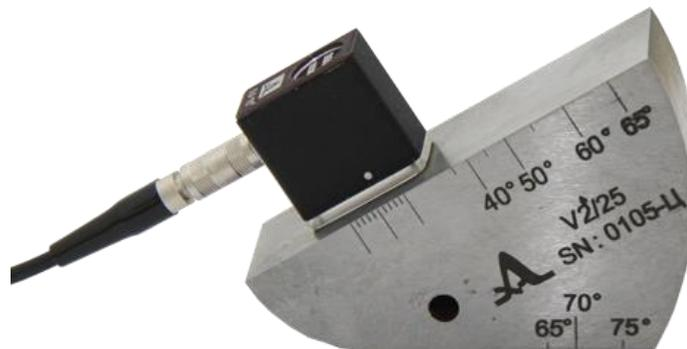

Рисунок 27
–для определения задержки в призме преобразователя просканировать радиусную часть (R50) образца V2/25 со стороны длинной грани (рисунок 27), получить временную огибающую сигналов (рисунок 28) и нажать клавишу;